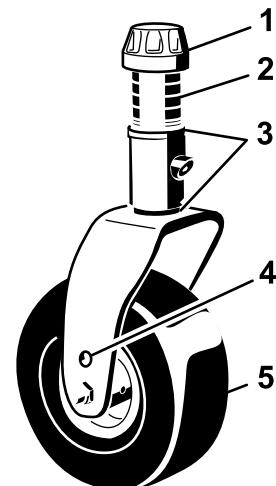
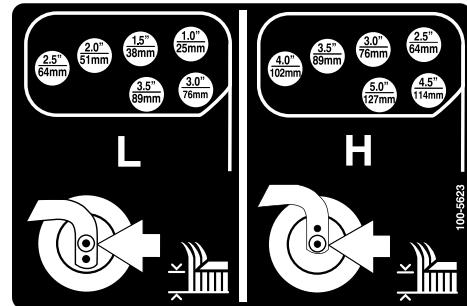
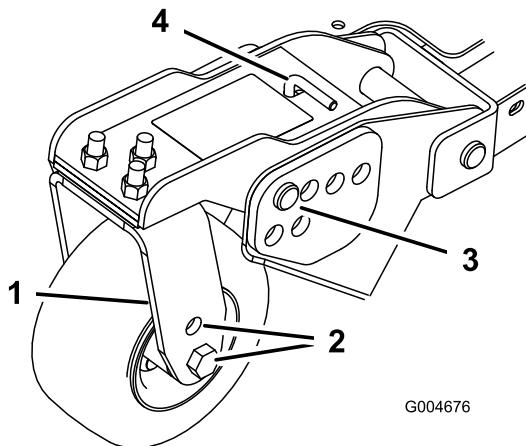

図 19
図 22
図 21
- 両方のキャスタホイールの軸をキャスターフォークの上穴または下穴にセットどのキャスターフォークも同じ高さの穴に統一する図 19と図 21。刈高と使用する穴との関係は以下のチャートにて確認してください。
- スピンドルシャフトからテンショニングキャップを外し図 19 キャスターアームからスピンドルを抜き出す。最初についていたように、スピンドルシャフトにシム3mmを2枚セットする。これらのシムは、デッキ全体の左右の水平調整に必要となる。希望の高さにするために必要な数のスペーサ13mmをシャフトにセットし、ワッシャをはめる。
4. キャスタピボットアームからヘアピンコッターとクレビスピンを抜き取る図 21。
5. テンショナーロッドを回してピボットアームの上下位置を調整し、デッキフレームの希望する高さブラケットに合わせる図 21 と図 22。